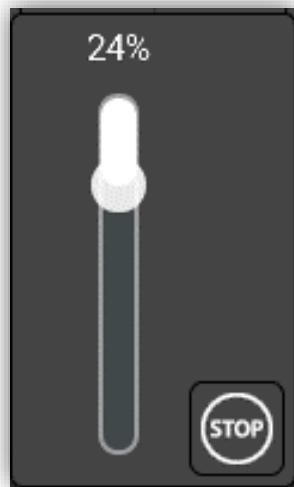

Figure 51. Contrôle avec 1 bouton – Fenêtre de volets
- **Slider** [désactivé/activé] : si l'est activé, l'indicateur central se comportera comme un bouton, qui ouvrira une fenêtre émergente, comme celui mentionné pour le contrôle de volets avec un bouton (voir Figure 51), qui permettra un contrôle précis de la position du volet.